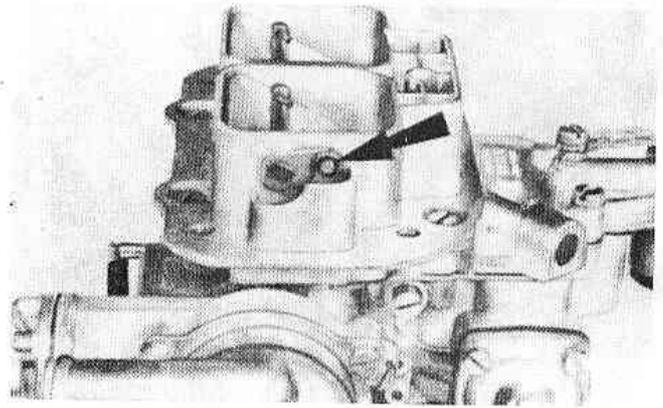

Рис.3.51. Клипс тяги воздушной заслонки (Разд.26).
2. Осторожно снимите отверткой клипс и снимите тягу привода воздушной заслонки (Рис.3.51).